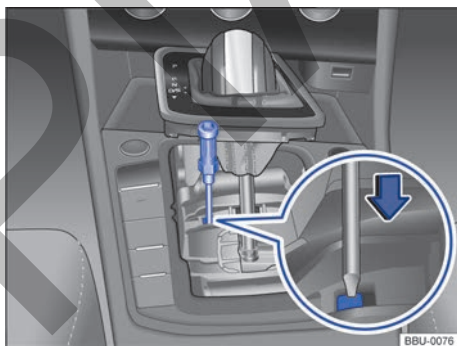

Fig. 108 Desbloqueo de emergencia de la palanca selectora.
- Con la hoja plana del destornillador de las herramientas de a bordo, presione la palanca de desbloqueo con cuidado en el sentido de la flecha y mantenga la palanca en esta posición → fig. 108 (imagen ampliada).